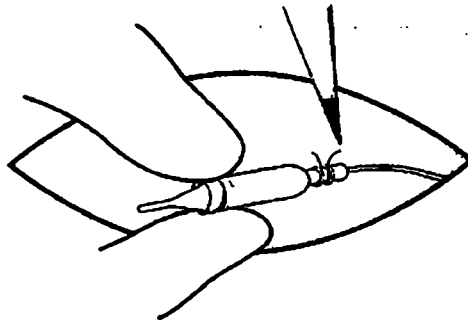

Figura 3. Corte la ligadura distal del extremo del electrodo de la funda del conector.
3. Corte la ligadura distal del extremo del electrodo de la funda del conector (Figura 3).